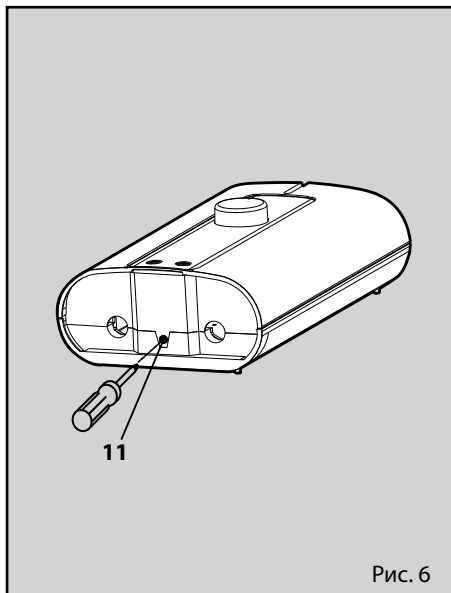

Рис. 6
| <ol style="list-style-type: none">1 Термостат двойного действия2 Кабельный сальник для подключения к электросети3 Индикатор электропитания4 Поворотная ручка для регулирования температуры5 Патрубок для подачи горячей воды в душевой шланг6 Патрубок для подключения к системе холодного водоснабжения7 Нижнее крепёжное отверстие (рис. 4)8 Место подключения к электросети | <ol style="list-style-type: none">9 Верхнее крепёжное отверстие (рис. 4)10 Соединительный кабель (рис. 5)11 Винт фиксации крышки (рис. 6)12 Глубина отверстия под крепёжный винт (рис. 3)13 Монтаж на стену (рис. 2)14 Комбинированный фильтр15 Шайба16 Накладная гайка в комплекте с шайбой (обеспечивается заказчиком)17 Клапан подачи воды18 Устройство защитного отключения (не входит в стандартную комплектацию) |
1. Отпустить винт фиксации крышки (рис. 6, поз. 11).